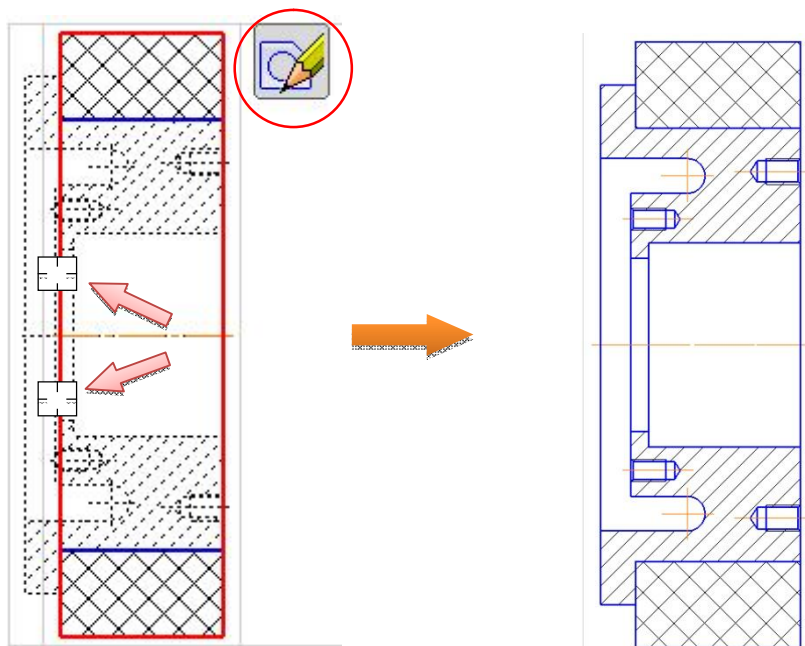

Рис. 2.22. Итог редактирования чертежа «Колесо»
- Нажмите на кнопку «Выйти из режима редактирования макрозлемента»  в правом верхнем углу чертежа (рис. 2.22).